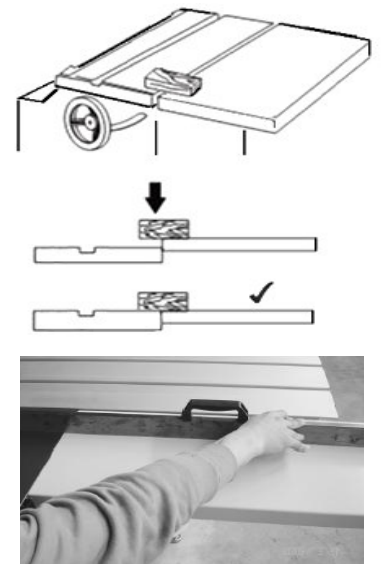

Рис. 24.1
3. Через оставшиеся отверстия прикрутите к расширению стола опорный кронштейн, затем отрегулируйте выравнивающие винты опор станка, чтобы выставить левое расширение стола параллельно рабочему столу станка. Затем плотно затяните винты (Рис. 24.1)